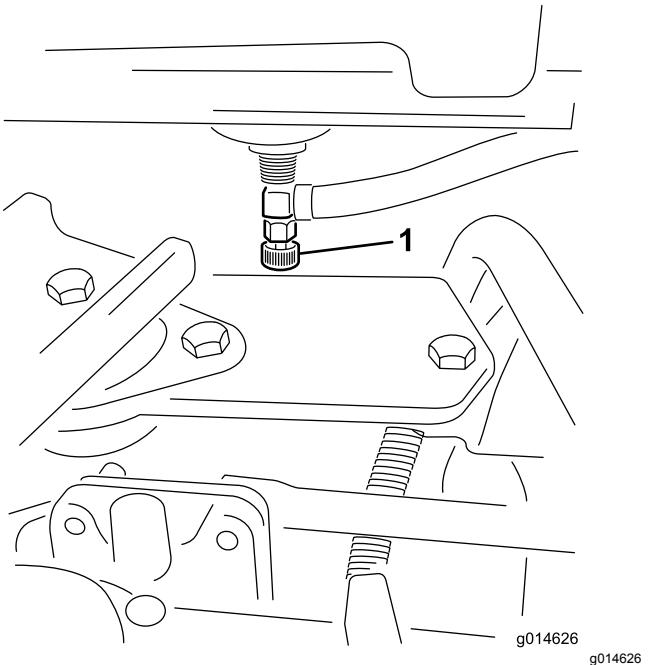

Figura 31
1. Feche a válvula de bloqueio do combustível (Figura 31) por baixo do depósito de combustível.